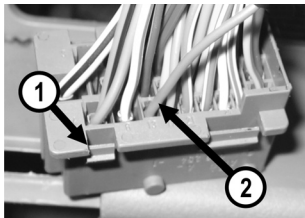
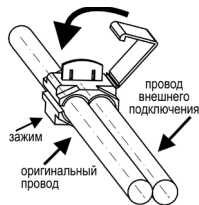

Рис.3 Подключение ДУТ
Рис. 5
- Снимите монтажный блок, но колодки, подходящие к нему, не отсоединять. За ним, в глубине, находится серая 33-х контактная колодка (**поз.1, Рис.3**) жгута панели приборов к жгуту заднему. Далее соедините зажимом (**Рис.5**) розовый провод из жгута БК с розовым проводом (заводским) (**поз.2, Рис.3**).
для автомобиля с установленным газобаллонным оборудованием, провод «Сигнал ГБО» рекомендуем подключать одним из двух способов – либо к управляющему выводу клапана жидкой фазы или эмулято ра форсунок (на этом выводе появляется +8...12 Вольт при включении подачи газа), либо к управляющей кнопке (нужно найти в разъеме кнопки провод, на котором появляется +8...12 вольт при включении газа). Порог включения режима подсчёта параметров при работе автомобиля на газе в БК составляет +6 вольт. Если напряжение на входе «Сигнал ГБО» 0...+5 вольт, то БК переходит в режим подсчёта параметров при работе автомобиля на бензине. Соедините провода зажимом (рис.5) с соответствующим проводом в жгуте БК.
1. **Подключение сигнала расхода топлива (СРТ):** соедините зажимом (Рис.5) оранжевый провод из жгута БК с жёлто-красным проводом колодки комбинации приборов.
2. **Подключение датчика скорости автомобиля (ДСА):** соедините зажимом (Рис.5) коричневый провод из жгута БК с серым проводом колодки комбинации приборов.